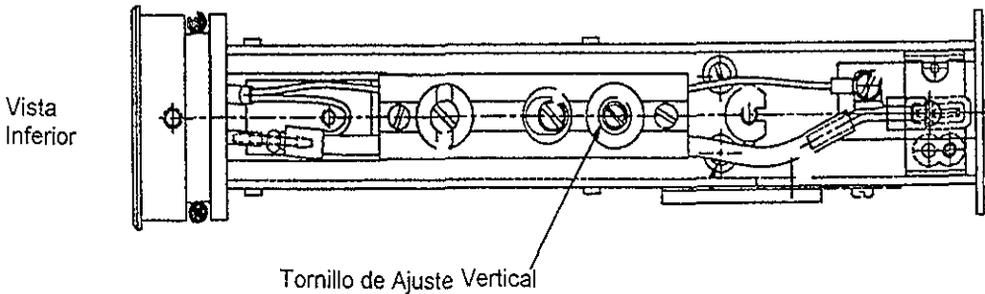

Figura No.7 Cabezal vista inferior
4.- Gire el tornillo de ajuste vertical, en la parte inferior del cabezal de impresión, dos vueltas completas en sentido contrahorario para elevar el chorro de tinta sobre el bloque de retorno de tinta. (Figura No. 7)